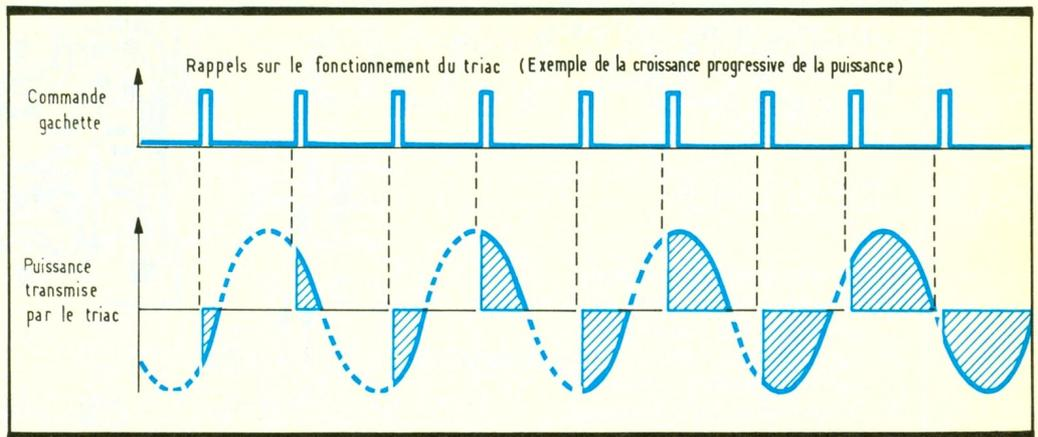

Fig. 1 Rappel sur le fonctionnement du triac.
a) Le principe de la graduation d'un triac (fig. 1)